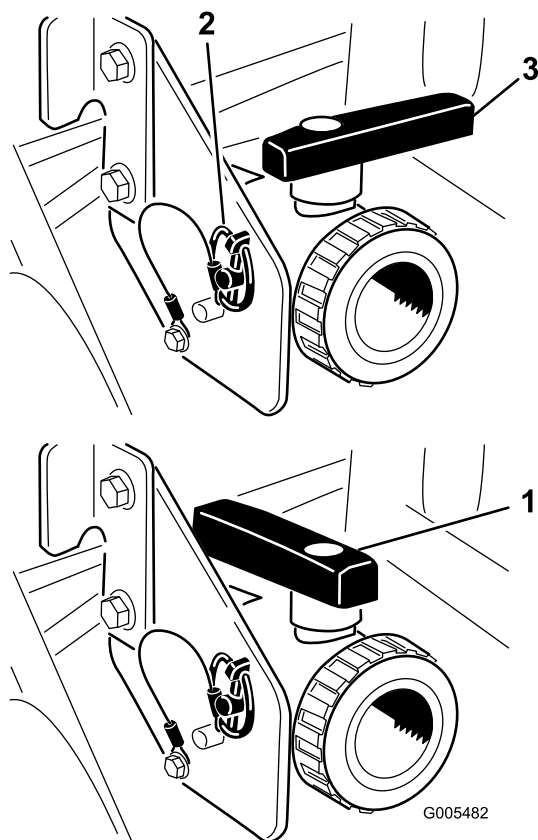

Figura 28
Aprirete la valvola per spurgare il materiale rimasto nel serbatoio, e smaltitelo nel rispetto del regolamento locale e secondo le istruzioni del produttore del materiale (Figura 28). Terminata l'operazione di spurgo, togliete l'acciarino sulla staffa che assicura la valvola di spurgo alla macchina e lasciate cadere la
3. Una volta spurgato completamente il serbatoio, installate la valvola sul telaio con l'acciarino precedentemente rimosso e chiudere la valvola di spurgo (Figura 28).